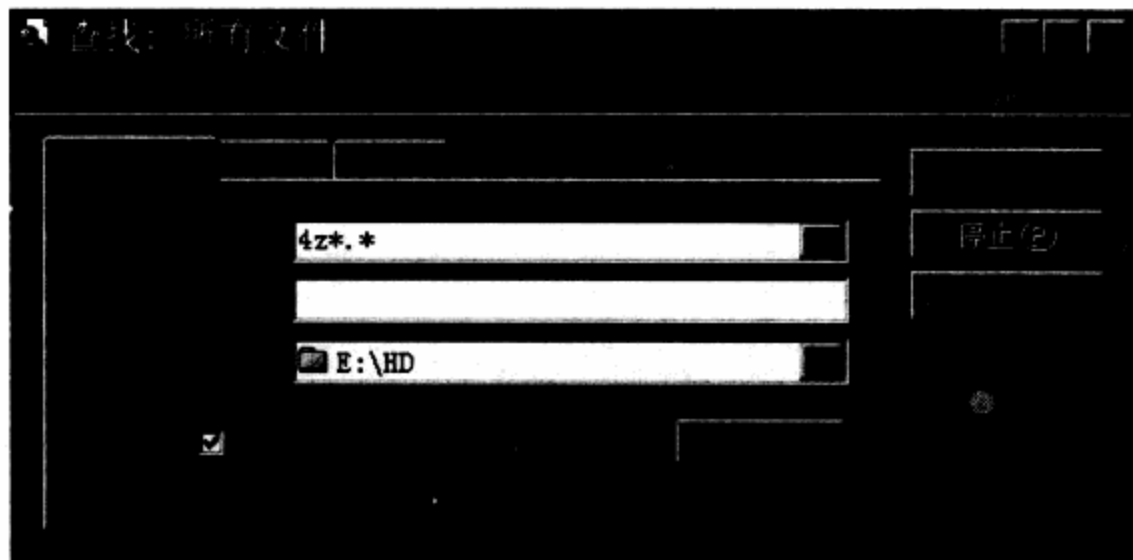

图13-2 输入查找的文件名及查找范围
**步骤 01** 在Windows 9x桌面上选择“资源管理器”→“工具”→“查找”→“文件与文件夹”命令，此后屏幕上将出现文件查找设置菜单。在下面填写要查找的文件名及查找范围。如图13-2所示。